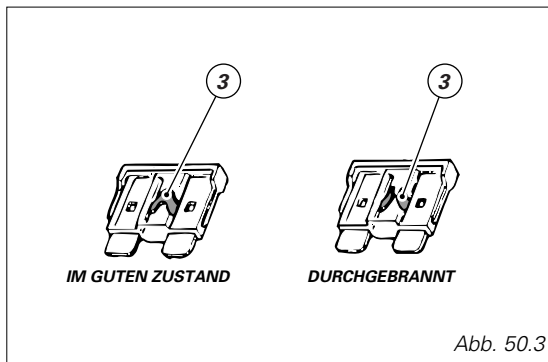

Abb. 50.3
Die Sicherung auf der Batterieseite (Abb. 51.2) sorgt für den Schutz des elektronischen Reglers. Um an diese zu gelangen, muss man die Schutzkappe (2) abnehmen. Eine durchgebrannte Sicherung ist anhand einer Unterbrechung des Glühdrahts ihres inneren Leiters erkennbar (3, Abb. 50.3).